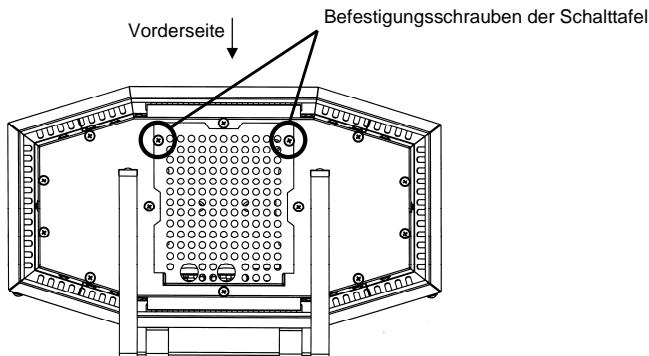

Fig.4
- Lösen der Schalttafel am Saunaofen. Dafür unten zwei Kreuzschlitzschrauben lösen (siehe Fig.4).